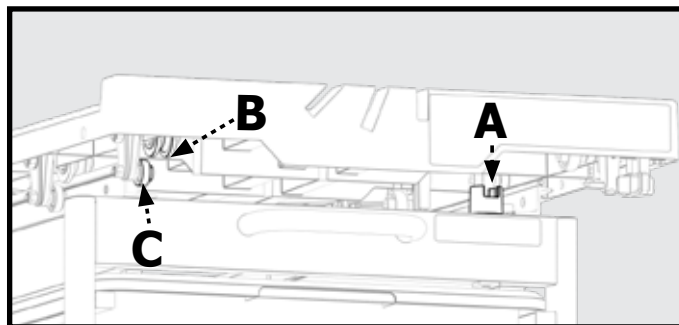

Figura 8
1. Compruebe para asegurarse de que el bloqueo ranurado de la mesa (A) esté aflojado en la posición abierta, como se muestra en la Figura 8, de modo que la ranura esté paralela a la dirección de movimiento de la mesa.
2. Coloque la mesa de trabajo (9) de modo que los cojinetes izquierdos se alineen como se muestra en la Figura 8. Los rodillos más grandes (B) deben guiarse en la parte superior de los rieles, así como los rodillos más pequeños (C) deben guiarse debajo de los rieles.